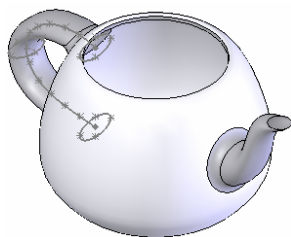
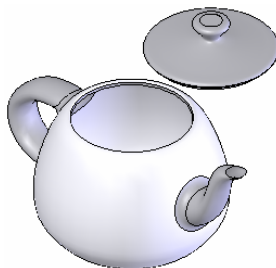

图 11-33 插入壶身后的图形
图 11-34 插入壶盖后的图形
② 设置视图方向。单击“标准视图”工具栏中的“等轴测”图标，将视图以等轴测方向显示，结果如图 11-33 所示。
③ 取消草图显示。选择菜单栏中的“视图”→“草图”命令，取消视图中草图的显示。
④ 插入壶盖。选择菜单栏中的“插入”→“零部件”→“现有零件/装配体”命令，
插入壶盖，具体操作步骤参考步骤①，将壶盖插入到图中合适的位置，结果如图 11-34 所示。